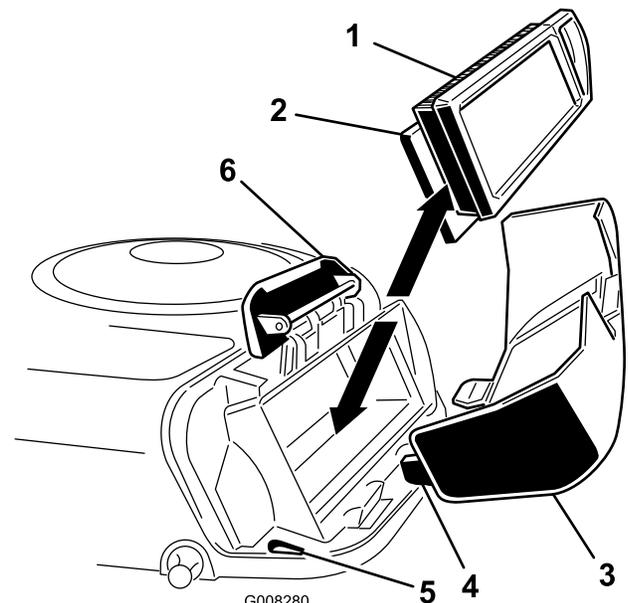

Figure 22
4. Sortez avec précaution les éléments en papier et en mousse du carter de ventilateur (Figure 22).
2. Placez les languettes du couvercle du filtre à air en face des fentes du carter de ventilateur (Figure 22).